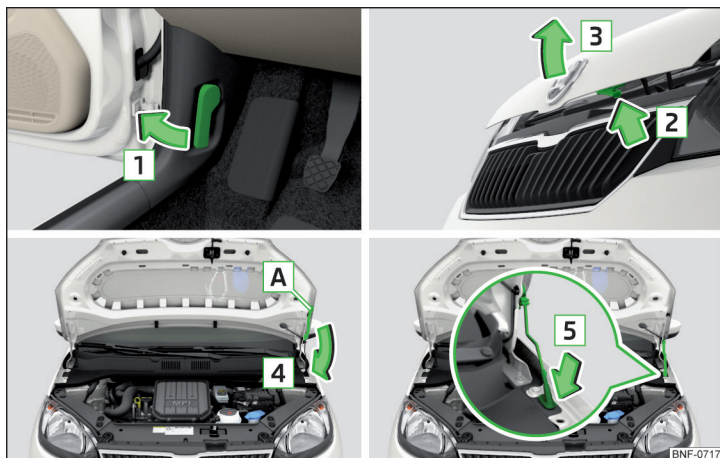

Fig. 106 Abrir el capó
- Tire de la palanca de desbloqueo 1 ubicada debajo del cuadro de instrumentos en el sentido de la flecha **1** » fig. 106.
- Pulsar la palanca para desbloquear en el sentido de la flecha **2** » fig. 106.
No levante nunca el capó con la palanca de desbloqueo » fig. 106.